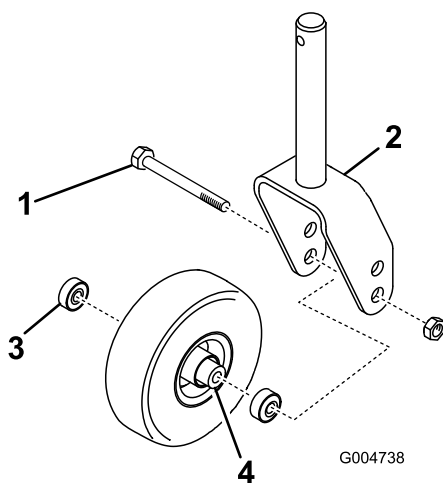
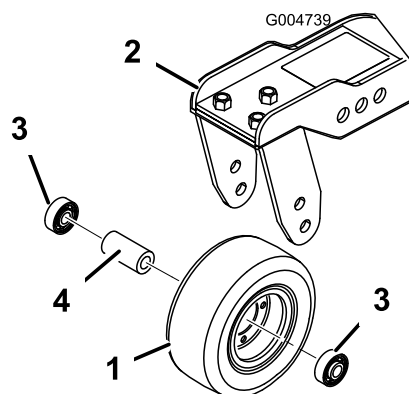

Figura 84
Figura 85
1. Retire la contratuerca del perno que sujeta el ensamble de la rueda giratoria entre la horquilla (Figura 84) o el brazo de pivote (Figura 85). Sujete la rueda giratoria y retire el perno de la horquilla o del brazo de pivote.
2. Retire el cojinete de la rueda y deje que se caiga el suplemento del cojinete (Figura 84 y Figura 85). Retire el cojinete del otro lado de la rueda.